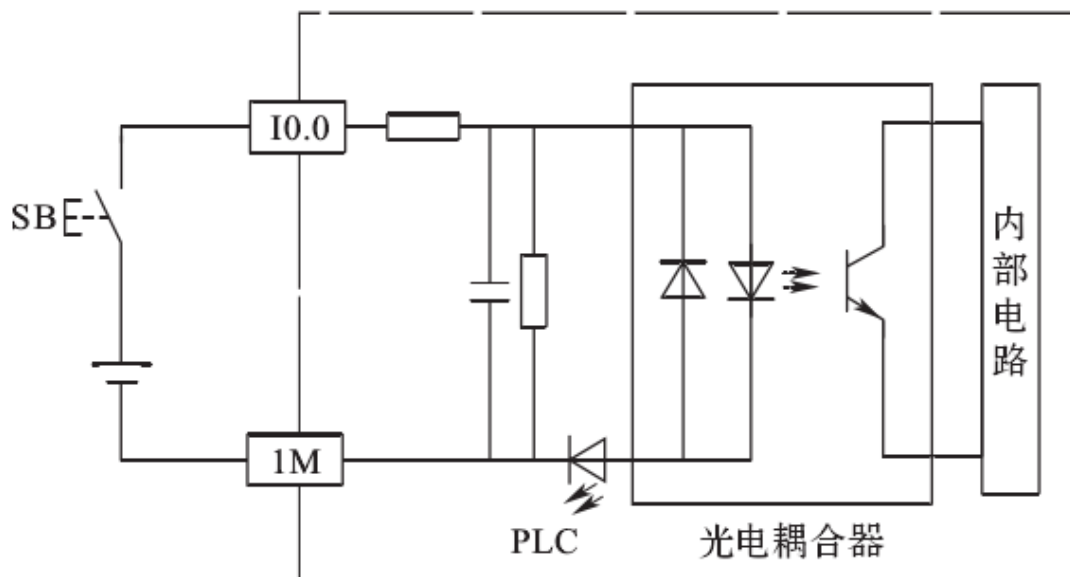

图 1-2-1 S7-200 SMART CPU 模块输入点 I0.0 的数字量输入电路
3. 答：图 1-2-1 为 S7-200 SMART CPU 模块输入点 I0.0 的数字量输入电路。